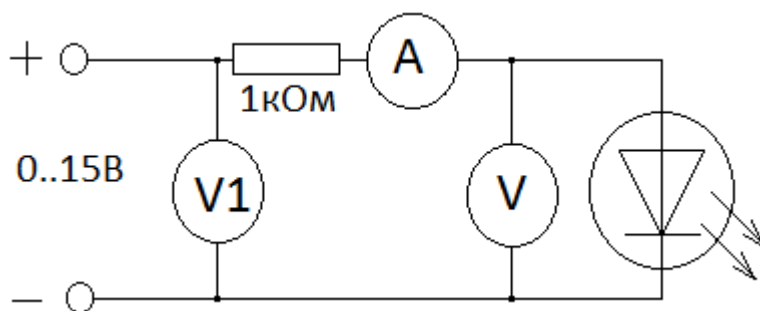

Рис. 2.1
Соберите цепь согласно схеме (рис. 2.1). Изменяя входное напряжение U_1 , заполните табл. 2.1. Визуально оцените светоизлучение (отсутствует (0), слабое (1), среднее (2), сильное (3), еще сильнее (4) и т.д.). Занесите данные в таблицу.